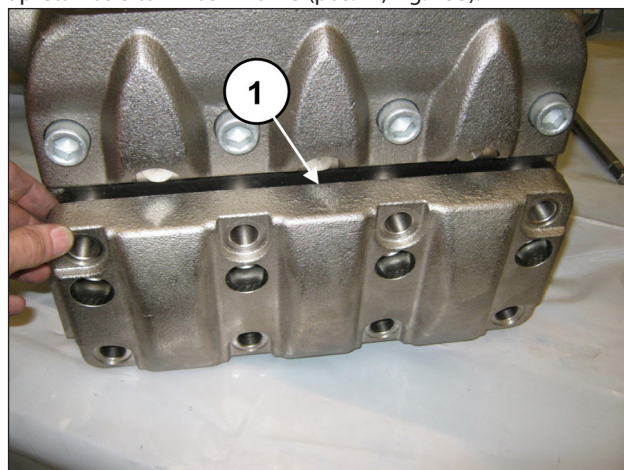
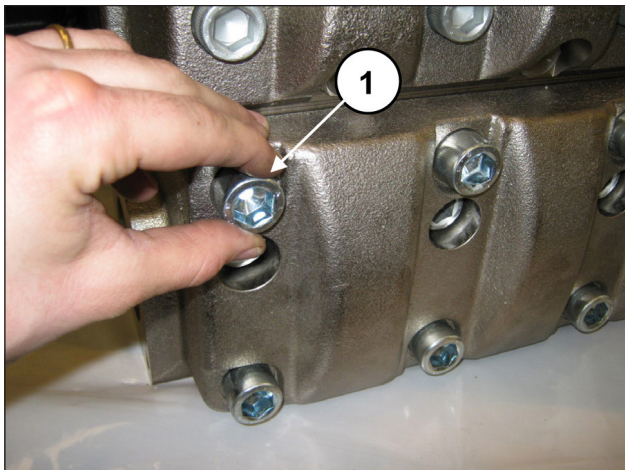

Fig. 152
Fig. 153
Al terminar de montar los grupos de la válvula de aspiración, aplicar la tapa de las válvulas de aspiración (pos. ①, Fig. 152) y apretar los 8 tornillos M16x45 (pos. ①, Fig. 153).